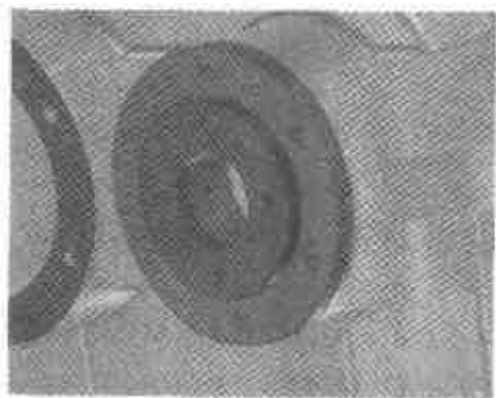
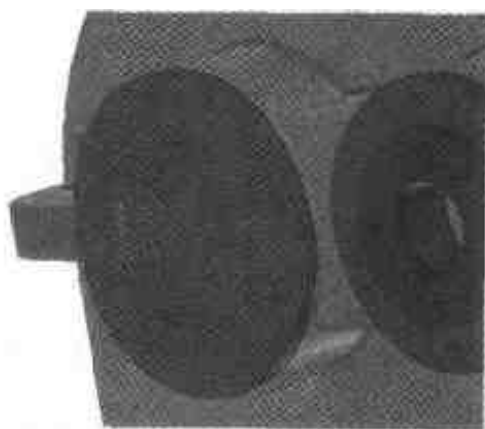

图 3.172 高速轴的密封端盖
图 3.173 低速轴的封闭端盖
- (8) 关闭【无约束装配】操作，结果如图 3.172 所示。
- (9) 高速轴的端盖已经完成, 下面进行低速轴的端盖装配: 低速轴的装配方法与高速轴的装配方法完全相同, 需要注意的是低速轴的可穿通端盖与高速轴的不可穿通端盖在同一侧。
- (10) 选择【文件】|【插入】|【零件/装配】命令, 然后在所附光盘中找到 score\example\jixie\3\减速机装配\6-端盖.ics 文件, 单击【打开】按钮, 安装成功后的结果如图 3.173 所示。